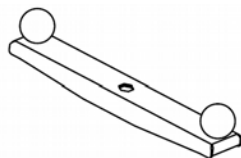

Рис.3 Вороток
4.6. Установить электропривод (1) (при его наличии) на фиксаторе привода (16), совместив паз на стойке электропривода с канавкой на втулке фиксатора привода (16). При этом 6-гранная головка электропривода (1) должна совпасть с 6-гранным валом фиксатора привода (16).
В установках с ручным приводом на фиксаторе привода (16) вместо электропривода устанавливается вороток (рис.3).
4.11. Вращение ножа вручную осуществляется с помощью воротка (рис.3), входящего в комплект поставки.